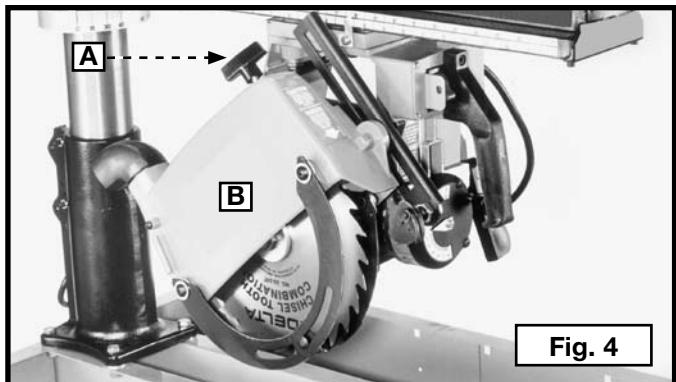

Fig. 4
1. Desserrer le bouton de serrage du protège-lame (A) Figure 4 et tourner le protège-lame (B) dans la position indiquée.